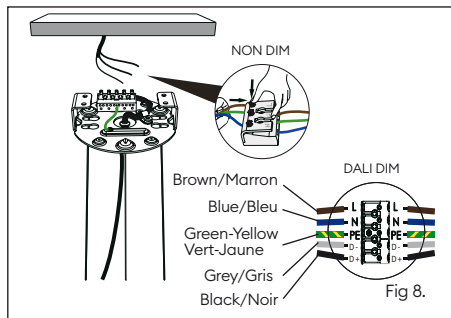

Fig 8.
5. Wire in mains and DALI cables into the terminal block with the bracket section (fig 8).
5. Connectez les câbles d'alimentation et DALI dans le bornier avec le support de montage (fig. 8).